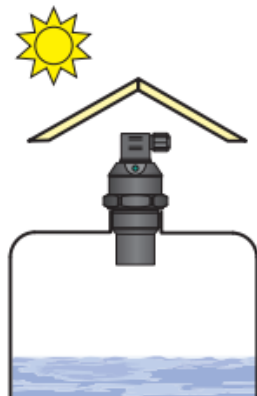

Fig. 8: Cobertura de proteção contra luz solar direta
- c) Se a instalação em locais com luz solar direta for inevitável, é necessário montar uma cobertura de proteção por cima do dispositivo (Fig.8).